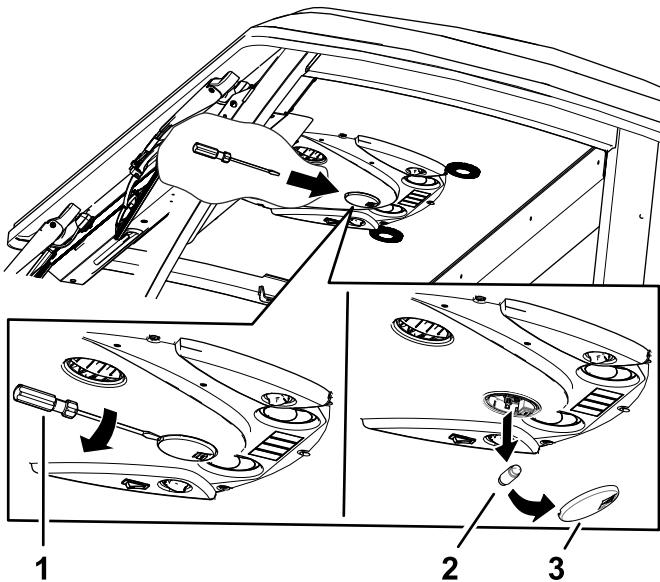

Рисунок 89
- Снимите защитное стекло осветительного прибора с панели управления с помощью отвертки (Рисунок 89).
- Выньте лампу из основания осветительного прибора (Рисунок 89).